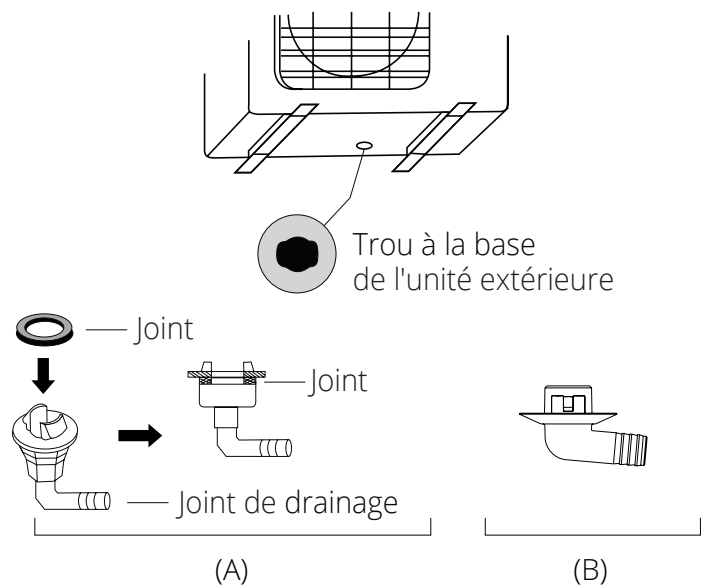

Fig. 4.4
**Si le joint de drainage est muni d'un joint en caoutchouc (voir Fig. 4.4 - A),** procédez comme suit :
**Si le joint de drainage n'est pas muni d'un joint en caoutchouc (voir Fig. 4.4-B),** procédez comme suit :